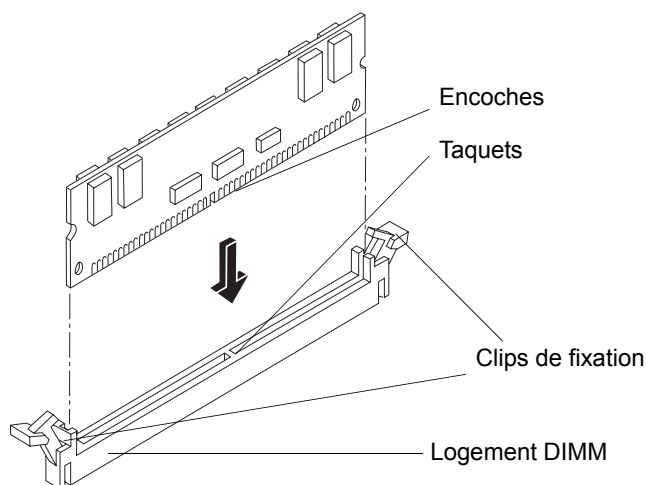

**Figure 3-12. Emplacement des logements DIMM sur la carte système**
- Il est possible de combiner des modules DIMM de capacités différentes et de les installer dans n'importe quel ordre (logements 1 à 4). Toutefois, HP recommande d'installer les modules DIMM en fonction de leur capacité ; c'est-à-dire de commencer par installer le module de plus petite capacité dans le logement 4, et de continuer ainsi dans l'ordre décroissant des logements (4, 3, 2, 1). Voir la Figure 3-12 pour connaître l'emplacement des logements DIMM.
Voir la *Figure 3-12*.